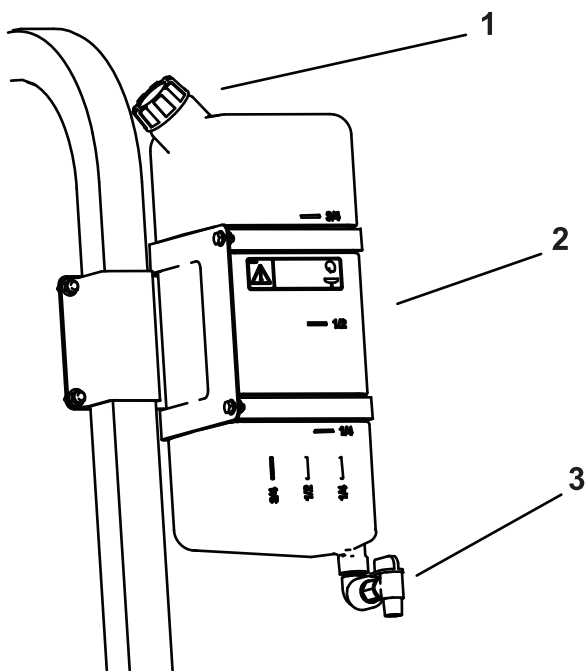

Figura 72
- Para llenar el depósito, desenrosque el tapón de la parte superior del depósito, llene el depósito con agua limpia y coloque el tapón (Figura 72).
- Para abrir la llave de paso del depósito de agua limpia, gire la palanca de la llave de paso (Figura 72).